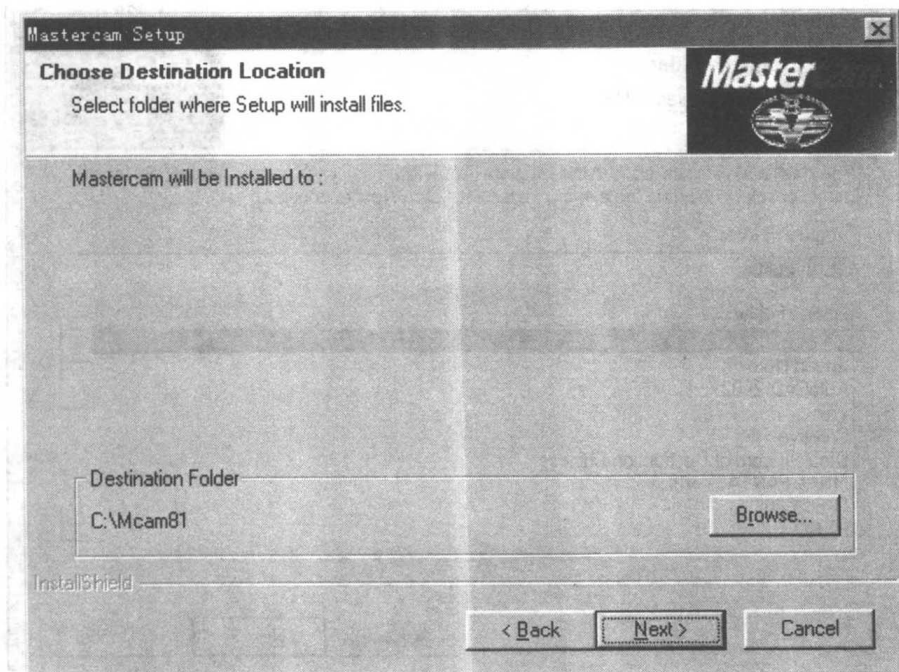

图1-4 选择安装地址
4) 如图 1-4 所示确认安装目录后选择【Next】指令, 继续 Mastercam V8.1